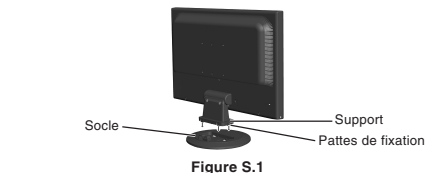

Figure S.1
1. Fixez le socle au support. Les loquets de verrouillage du support doivent venir s'insérer dans l'orifice du socle (Figure S.1).